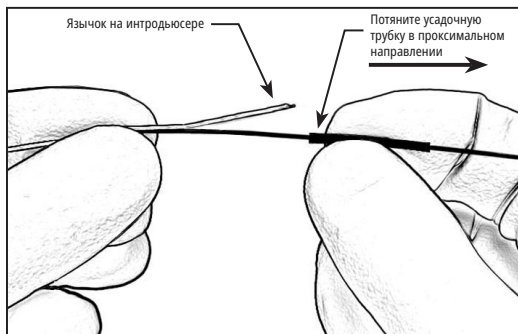

Рисунок 3. Отдвижение усачной трубки в проксимальном направлении
17. Возьмите изделие чуть дистальнее усачной трубки и потяните усачную трубку в проксимальном направлении, чтобы обнажить язычок на интродьюсере. См. рис. 3.